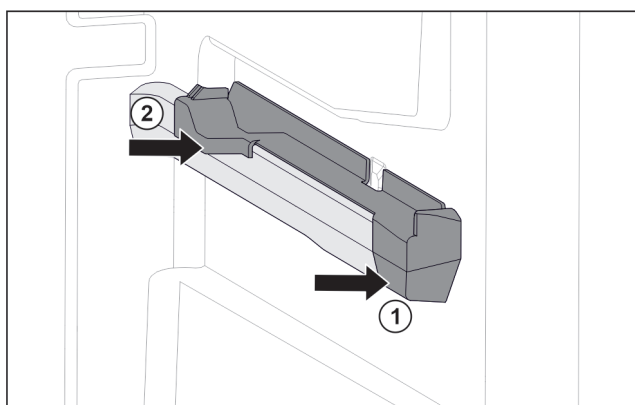

Fig. 85 Natični dio na desnom žlijebu spremnika
- ▶ Postavite natični dio sprijeda na žlijeb spremnika. Fig. 85 (1)
- ▶ Pritisnite natični dio straga. Fig. 85 (2)